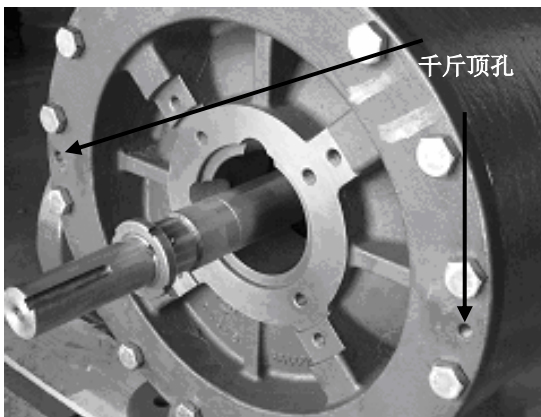
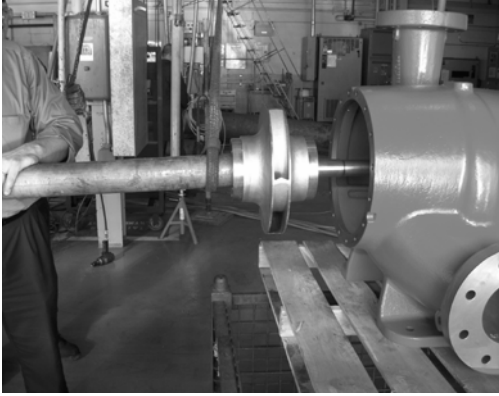

图 34: 使用千斤顶移除盖板
图 41：安装轮轴组装体
1. 确保使用保护带或螺母保护轴螺纹（见图 34）。
2. 移除涡壳帽螺钉。使用螺旋千斤顶，将盖板从涡壳内拉出（见图 34）。
9. 将轮轴组装体插入涡壳（见图 41）。确保使用保护带或螺母保护轴螺纹（见图 34）。